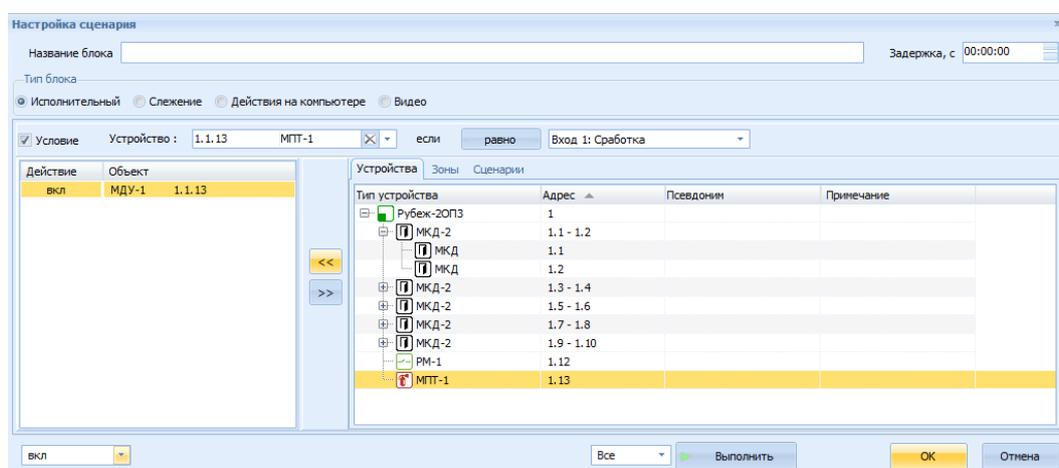

Рис. 32 Окно **Настройка сценария**, дополнительное условие в исполнительном блоке
8) нажать кнопку **Ок** (Рис. 32),